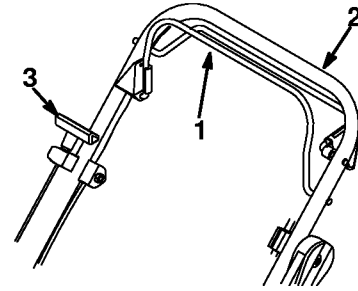

Figure 13
3. Tenir la barre de commande de la lame serrée contre le guidon (Fig. 13).
4. Tirer légèrement sur la poignée du démarreur jusqu'à ce qu'une résistance se fasse sentir, puis tirer un coup sec (Fig. 13). Laisser le cordon se réenrouler lentement.